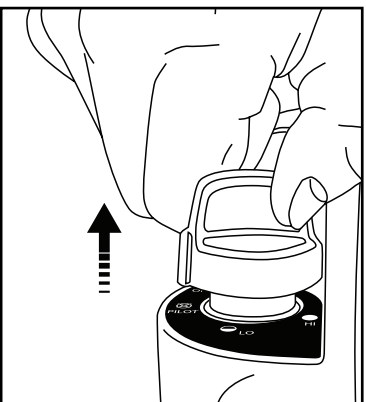

Figure 4 : bouton de Libération.
5. Après le fait d'allumer le pilote, libérez le Bouton, le Bouton devrait revenir à la position complètement prolongée. Pour faire marcher le chauffage, déprimez légèrement le bouton et tournez doucement pour vous bloquer dans la position désirée (voir figure 4).
- Une fois que la veilleuse est allumée, maintenez-la enfoncée pendant 30 à 60 secondes, puis relâchez le bouton. Le bouton devrait revenir en position complètement étendue; voir la figure 4. Le pilote doit rester allumé.